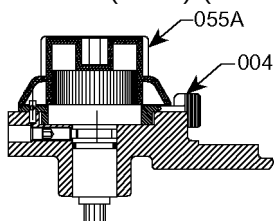

Fig.13a Maxroy A justeringsratt
- med låsringen (004) (moturs för maxroy A (Fig.13a).